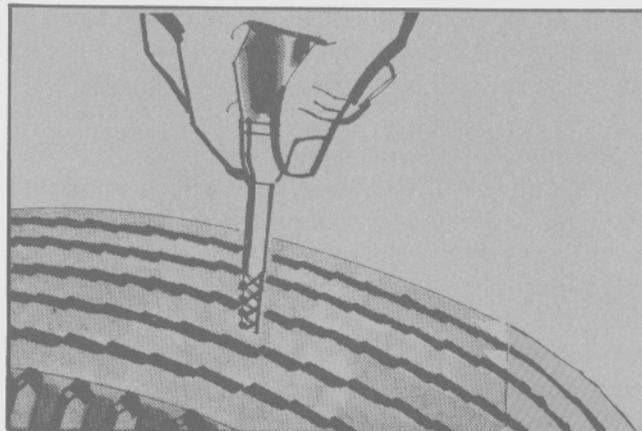

Fig. 23 Eliminación de elementos de la rotura
- Con una lezna o elemento similar, de diámetro no mayor a 2 mm, ubicar la dirección de la perforación y eliminar el material extraño que hubiese dentro de la misma. Esta operación no debe realizarse si el objeto es un clavo pasante, en este caso, la operación se limitará a retirar el mismo. (Fig. 23).